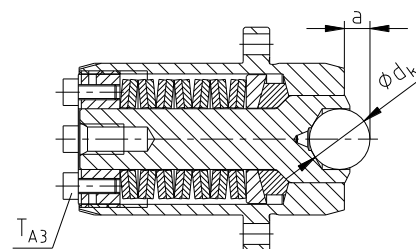

Figura 9
- Verifique la dimensión de la referencia a, y re-ajuste la dimensión, si fuese necesario (ver figura 9 y tabla 7).